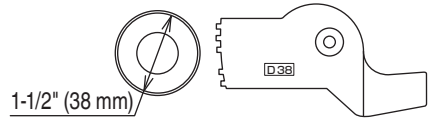

Fig. 59
6. Center Roller (D 38) Set (Fig. 59)(Code No. 321445)